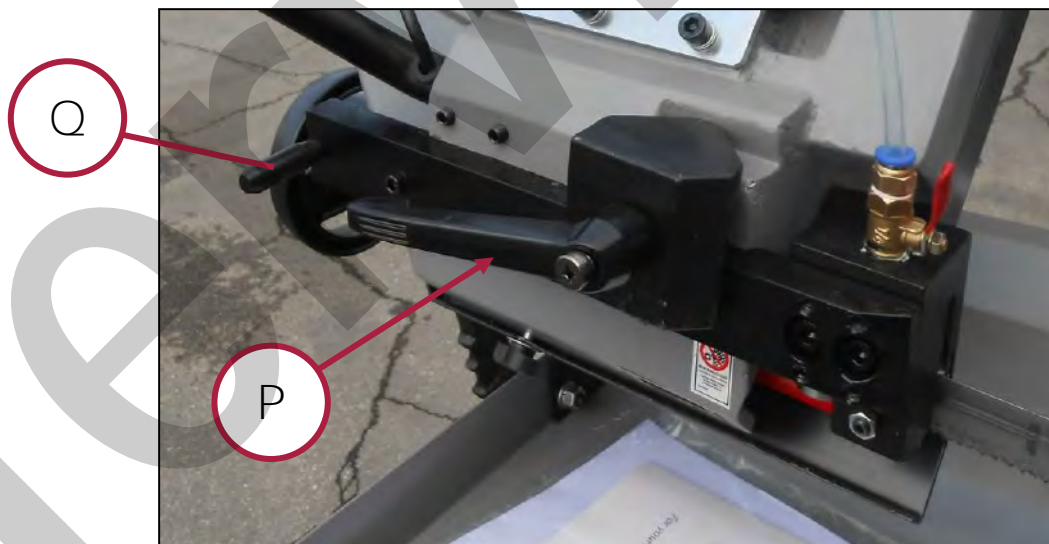

Figura 25 - Regolazione dell'elemento guida lama.
Regolare la posizione dell'elemento guida lama (vedere la Figura 25) che, oltre a costituire un utile guida per la lama a nastro, funge anche da protezione per coprire la parte della lama che non serve ai fini del taglio.
- Per fare questo allentate la vite di fissaggio del guida-lama ruotando la leva (Rif. P in Figura 25).
- **Afferrate il pomello posto a sinistra dell'elemento guida lama e spostate il guida lama ed il carter nella posizione desiderata (Rif. Q in Figura 25).**